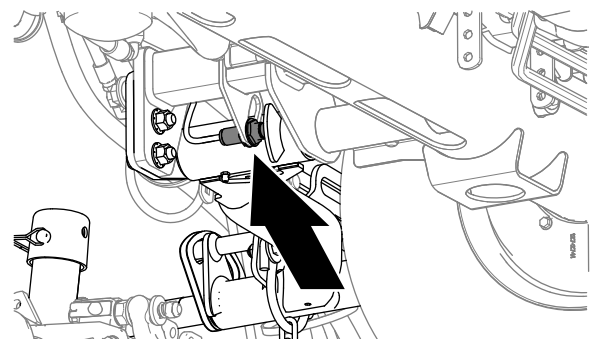

Figura 51
2. El interruptor del brazo de elevación está situado debajo del depósito hidráulico y por dentro del brazo de elevación de la unidad de corte N.º 5 (Figura 51).